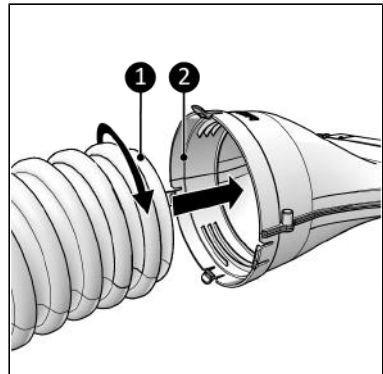

Abbildung 156.
- Mit einem Klicksystem für einen Schlauch mit Kragen (Abbildung 156, Pos. 1).
- Führen Sie den Klimaschlauch (Abbildung 156, Pos. 1) in den Hauptkörper (Abbildung 156, Pos. 2) ein und ziehen Sie ihn fest.